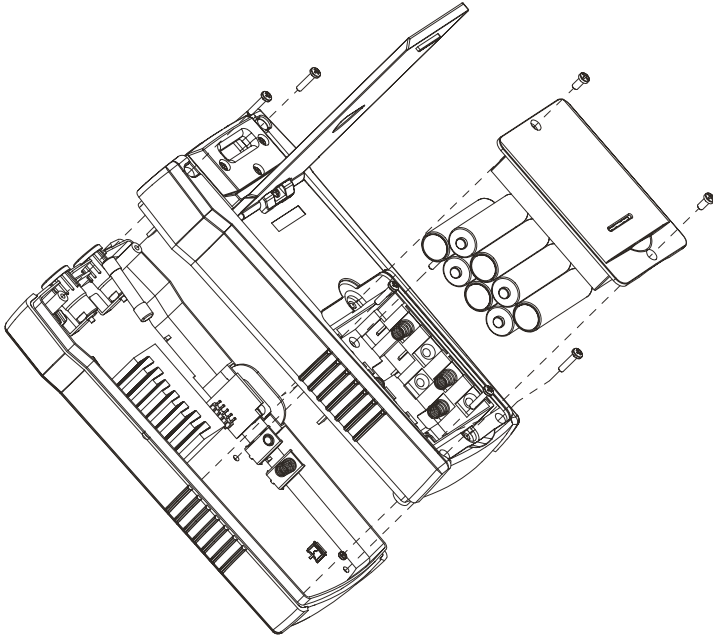

Abbildung 5.0c: Sicherung des Senders austauschen
6. Heben Sie den rückseitigen Deckel wie in Abbildung 5.0c gezeigt nach oben ab.